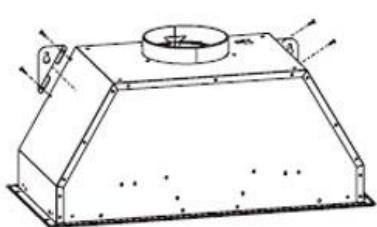

Рис. 3
- Закрепите левую и правую подвесные панели с помощью 4 винтов ST4\*8 на корпусе вытяжки. Смотрите рис. 3.